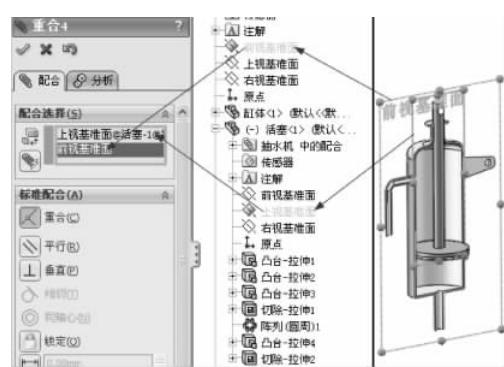

图 3-12 重合配合
(4) 添加重合配合,在【标准配合】选项组下选择【重合】配合类型 ,单击【配合选择】选项组下的选择框,然后在图形区域中选择装配体环境下的前视基准面和活塞零件的上视基准面,如图 3-12 所示,单击【确定】按钮 ,完成基准面重合的配合。